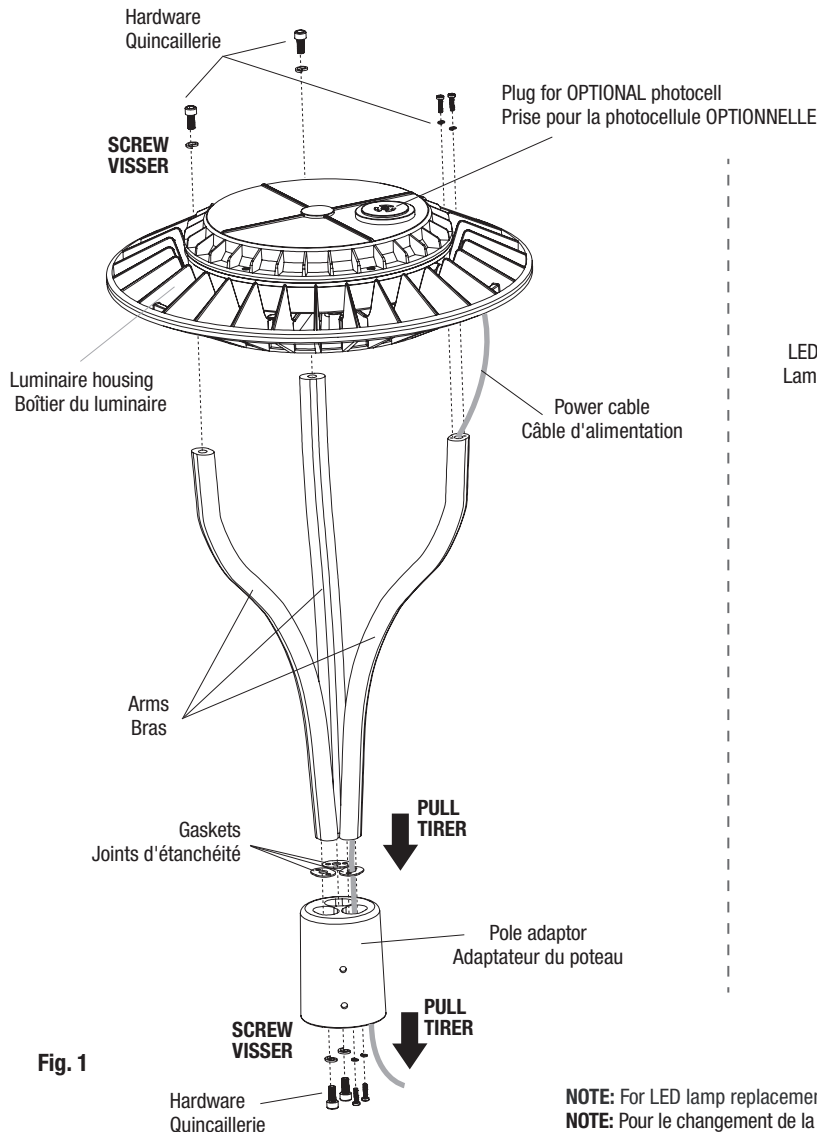

Fig. 1
1. Assemble the luminaire housing, the three arms, the three gaskets and the pole adaptor using the provided hardware (Fig.1).
1. Assembler le boîtier du luminaire, les trois bras, les trois joints d'étanchéité et l'adaptateur de poteau à l'aide de la quincaillerie fournie (Fig. 1).